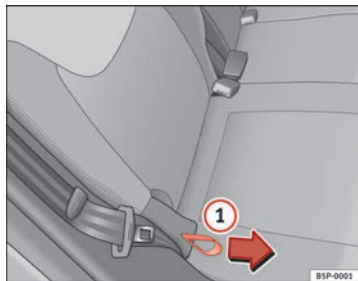

Fig. 96 Réglage de l'inclinaison du dossier, banquette arrière
- Saisissez le haut du dossier. Tirez sur la dragonne latérale du siège ⇒ fig. 96 ① dans le sens de la flèche et maintenez la dragonne en position. Rabattez le dossier du siège vers l'arrière en position souhaitée, puis relâchez la dragonne.